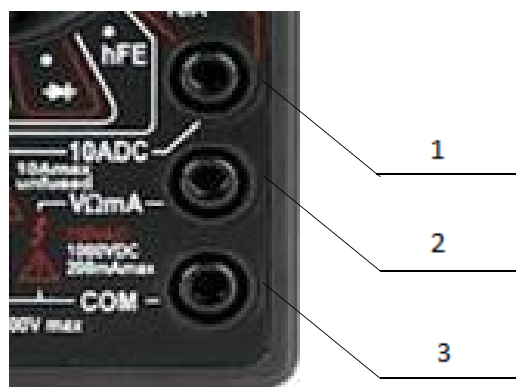

Рисунок 3 – Разъемы для подключения щупов
Для замеров постоянного напряжения черный щуп необходимо подключать к разъему 3, красный щуп подключается к разъему 2 (рисунок 3). К измеряемой цепи подключать щупы нужно параллельно, при этом измерительные щупы необходимо держать только за изолированную часть.
**ВНИМАНИЕ:** При измерении тока, если вы не знаете, примерно в каких пределах находится измеряемое значение силы тока, лучше начать измерения, вставив щуп в разъем 1 (рисунок 3) и включив режим «10A», иначе замеряя ток более 200мА на разъеме 2 (рисунок 3), можно вывести из строя внутренний предохранитель либо микросхему мультиметра.
Для замеров сопротивления, черный щуп необходимо подключать к разъёму 3, красный щуп подключается к разъёму 2 (рисунок 3). К измеряемой цепи элементу подключать щупы нужно параллельно, при этом измерительные щупы необходимо держать только за изолированную часть. Начинайте
Для включения режима «прозвонки» необходимо перевести переключатель режимов в положение «», черный щуп необходимо подключать к разъему 3, красный щуп подключается к разъему 2 (рисунок 3). К измеряемой цепи элементу подключать щупы нужно параллельно, при этом измерительные щупы необходимо держать только за изолированную часть.